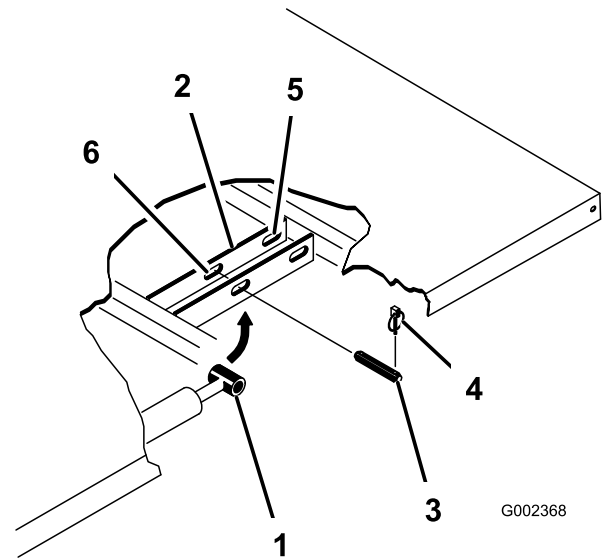

Bild 23
- Nehmen Sie die Lastösenbolzen ab, mit denen die Enden der Zylinderstange an den Befestigungsplatten der Ladepritsche befestigt sind. Drücken Sie die Bolzen hierfür nach innen (Bild 23).
- Nehmen Sie die Klappstecker und die Lastösenbolzen ab, mit denen die Schwenkhalterungen an den Rahmenkanälen befestigt sind (Bild 23).